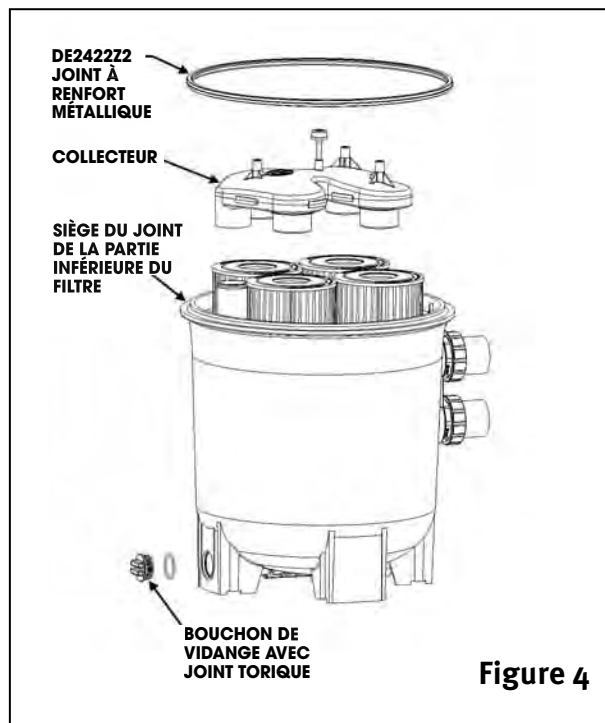
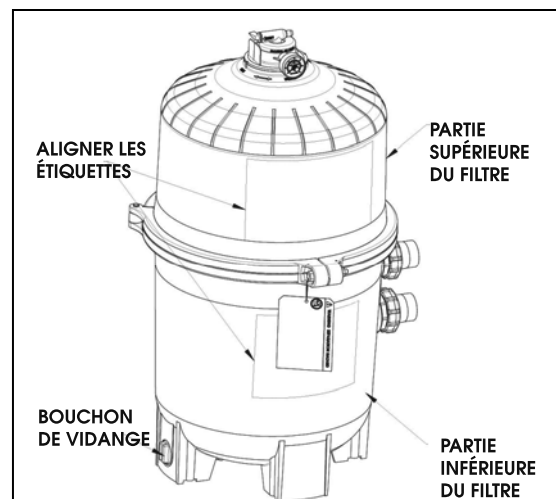

Figure 4
Figure 7
2. Boucher l'orifice de vidange du filtre. **REMARQUE** : le bouchon du filtre exige l'utilisation d'un joint torique. (Voir la figure 4.)
4. Retirer le bouchon de vidange du filtre (figure 4) et vider l'eau du filtre.
1. Retirer le collecteur supérieur, visible lorsque la partie supérieure du filtre est enlevée. (Voir la figure 4.)
2. À l'aide d'un linge propre, essuyer le siège du joint de la partie inférieure du filtre et nettoyer tous débris ou impuretés présents sur le joint. (Voir la figure 4.) Ne pas utiliser de solvant.
1. Placer le joint à renfort métallique sur la partie inférieure du filtre (figure 4). Placer la partie supérieure du filtre sur le joint à renfort métallique en centrant la partie supérieure sur la partie inférieure et en orientant la partie inférieure de façon à permettre de voir clairement les étiquettes d'utilisation et de sécurité. Appuyer fermement et uniformément sur la partie supérieure pour installer le joint fermement en place. (Voir la figure 7.)
2. Remettre le collier de serrage autour de la partie supérieure et de la partie inférieure du filtre. Positionner le collier de serrage sur les deux parties du filtre en le prenant par ses extrémités, qui doivent être placées adjacentes aux étiquettes d'utilisation et de sécurité apposées sur le filtre. (Voir la figure 7.)